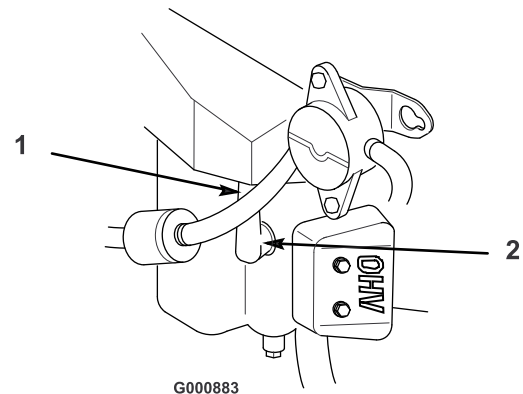

Bild 31
3. Ziehen Sie den/die Kerzenstecker von der(n) Zündkerze(n) (Bild 31). Reinigen Sie den Bereich um die Zündkerze(n), um zu verhindern, dass Schmutz in den Motor fällt und Schäden verursachen kann.
- Drücken Sie den/die Kerzenstecker auf die Zündkerze(n) (Bild 31).